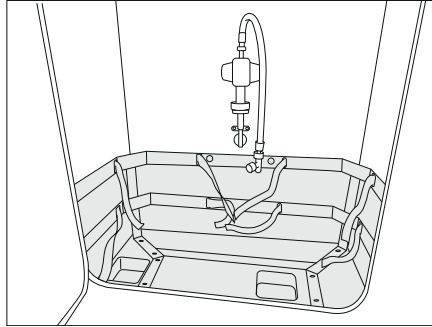
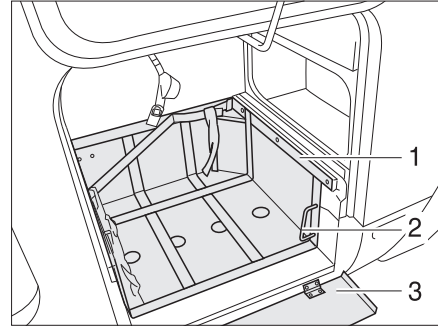

Bild 241 Gaskasten
Bild 242 Gaskasten, mit ausziehbarem Schlitten
- Wenn ein Schutzblech vorhanden ist, das Schutzblech (Bild 242,3) nach unten klappen.
- Den Schlitten (Bild 242,1) über den Griff (Bild 242,2) entriegeln.
- Schlitten (Bild 242,3) bis zum Anschlag herausziehen.
- Griff (Bild 242,2) zurückdrehen.
- Den Schlitten (Bild 242,3) über den Griff (Bild 242,2) entriegeln.
- Schlitten (Bild 242,3) bis zum Anschlag einschieben und Griff (Bild 241,2) zurückdrehen.
- Wenn ein Schutzblech vorhanden ist, das Schutzblech (Bild 242,1) nach oben klappen.